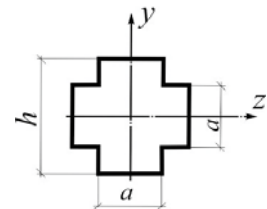

Рис.3.48
3.48. При каком соотношении  $a/h$  момент сопротивления сечения относительно оси  $z$  не изменится при повороте оси на  $45^\circ$  (рис.3.48)?